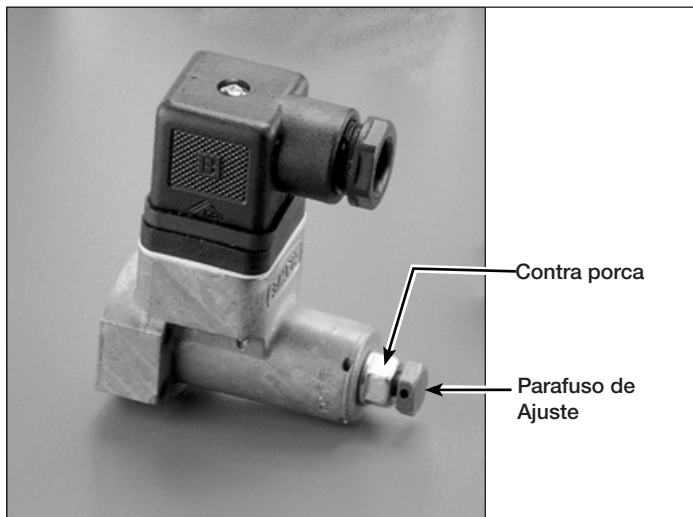

Figura 10, Interruptor de Pressão
2. Usando chave de parafuso de 10 mm, gire o parafuso de ajuste do interruptor no sentido horário para aumentar ou no sentido anti-horário para diminuir a pressão (ver Figura 10).